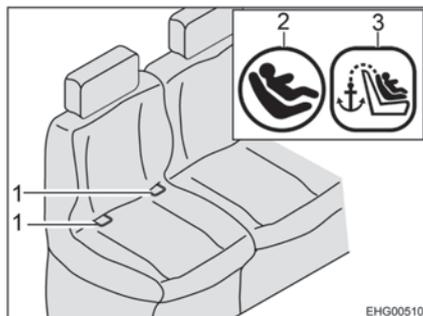
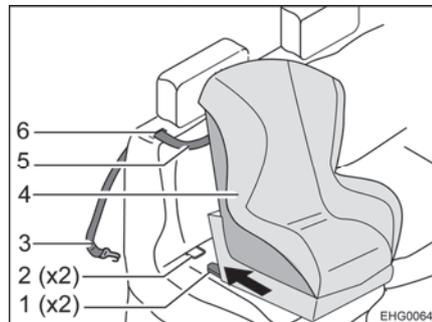

Fig. 14 Sièges avec Isofix
Fig. 15 Fixation avec Top-Tether
- Faire passer la sangle Top-Tether (Fig. 15,5) à travers la fente (Fig. 15,6) dans le coussin du dossier (à côté de l'appuie-tête).
- Accrocher le crochet de fixation (Fig. 15,3) au point d'ancrage en face arrière du siège.
- Encliqueter les bras d'encliquetage (Fig. 15,1) dans les étriers de fixation (Fig. 14,1 et Fig. 15,2). Un cliquetis clair doit être entendu.
- Vérifiez à l'aide d'une forte secousse si le siège pour enfant (Fig. 15,4) est bien installé.